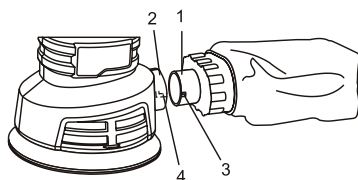
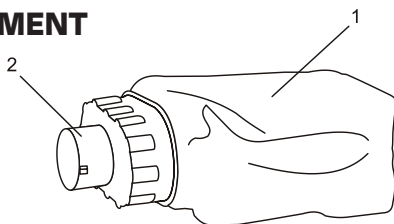

Fig. 4
Fig. 5
- Insérez le raccord du sac à poussière (1) dans l'orifice (2) situé à l'arrière de la ponceuse (Fig. 4).
Retirez l'assemblage du sac à poussière (1) en le tournant (environ 15°) dans le sens ANTI-HORAIRE, puis en tirant dessus pour le sortir de l'orifice (Fig. 5). Agitez soigneusement l'assemblage du sac à poussière en orientant l'ouverture du bouchon (2) vers le bas afin d'éliminer toute la poussière qu'il contient. Remplacez l'assemblage du sac à poussière comme l'indique la Fig. 4.
Clean the dust bag often. It will be more efficient when it is not clogged with sanding dust. To clean the dust bag, see Fig. 5 on Page 12.